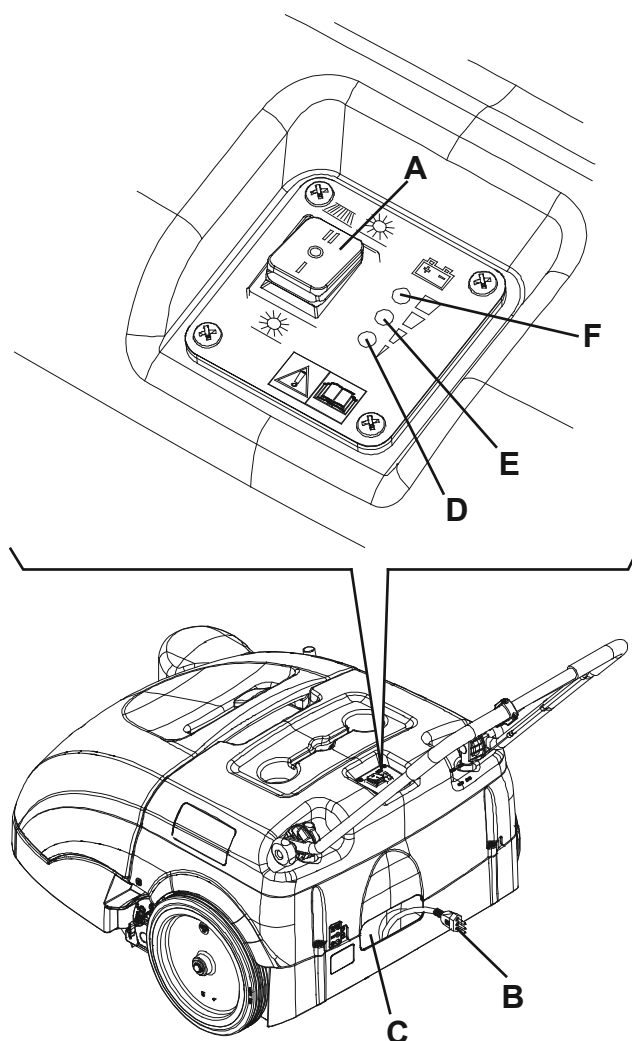

Figure 12
2. Positionner l'interrupteur général (A, Fig. 12) sur "0".
3. Déposer le câble (B) du chargeur de batterie du logement (C) et le brancher au réseau électrique (D) et le brancher au réseau électrique (C) et le brancher au réseau électrique.